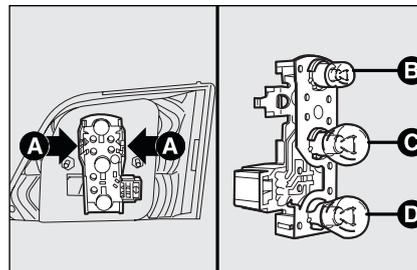

fig. 35
- comprimer vers l'intérieur les ailettes latérales **A-fig. 35** de blocage porte-lampe de manière à l'enlever de son emplacement;